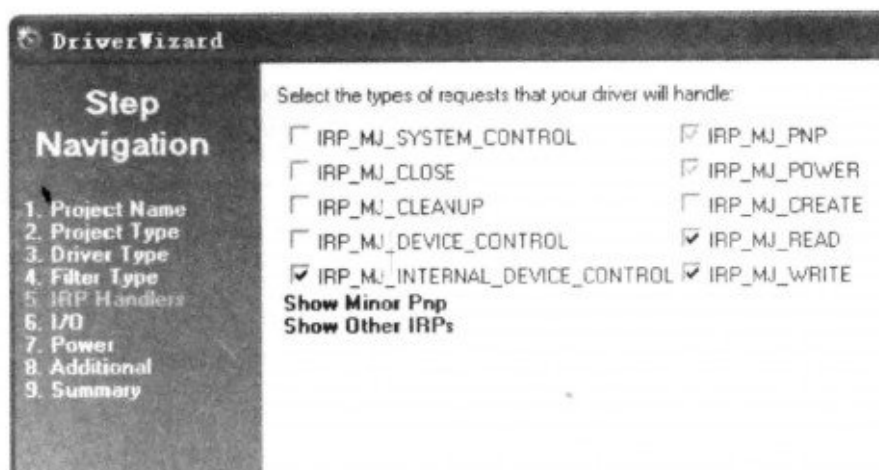

图 10.2.5 选择要过滤的 IRP
(5) 选择要过滤的 IRP。这里将 IRP_MJ_INTERNAL_DEVICE_CONTROL、IRP_MJ_READ、IRP_MJ_WRITE 三个勾选上, 如图 10.2.5 所示。获取报告描述符以及读、写数据就是通过 IRP_MJ_INTERNAL_DEVICE_CONTROL 请求实现的,